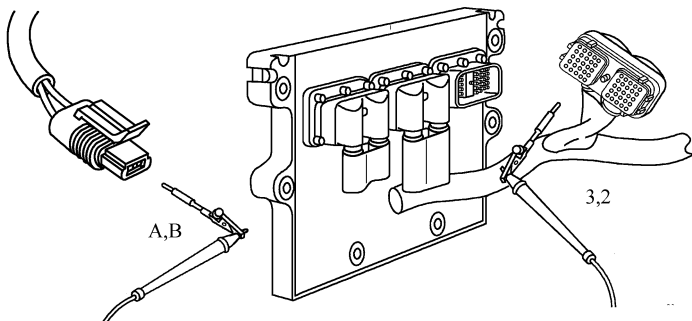

图 3-42 分别测量触针 2 与 B、触针 3 与 A 之间的电阻
- ① 断开钥匙开关, 从该传感器上断开发动机线束, 从 ECM 上断开传感器线束插头。
- ② 分别测量 ECM 上传感器端口触针 2 与传感器插头触针 B 及触针 3 与触针 A 之间的电阻(图 3-42), 应小于 10Ω 。若不合格, 维修或更换发动机线束。
- ① 连接所有部件, 打开钥匙开关。
- ② 起动发动机, 怠速运转 1min , 用服务软件清除非现行故障码。